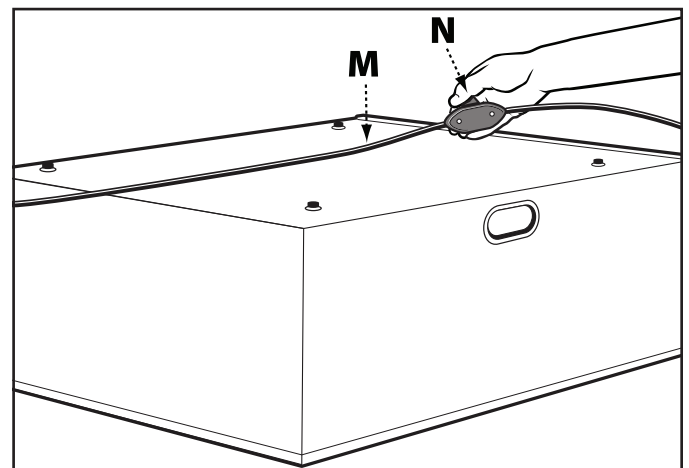

FIG. 7
Le système de filtration de l'air est équipé d'un interrupteur à bascule en ligne (M) Fig.7, situé sur le cordon d'alimentation (N). Pour mettre en route ou arrêter le moteur, appuyez vers le bas sur l'interrupteur à bascule, en suivant les instructions sur le côté. Lorsque vous avez fini d'utiliser le système de filtration de l'air, éteignez-le en appuyant sur l'interrupteur plutôt que de le débrancher.